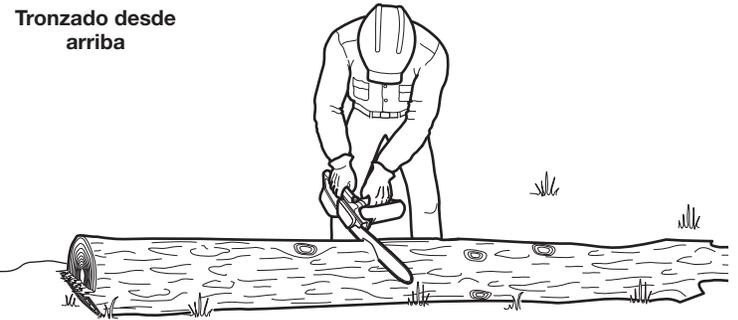

Fig. 21
Cuando los troncos están sostenidos en toda su longitud, se debe tener cuidado adicional para que la cadena de la sierra no entre en contacto con el suelo u otra estructura de apoyo (Fig. 21).
1. Comience a cortar el tronco desde arriba, con la parte inferior de la cadena de la sierra contra la parte superior del tronco (Fig. 21).